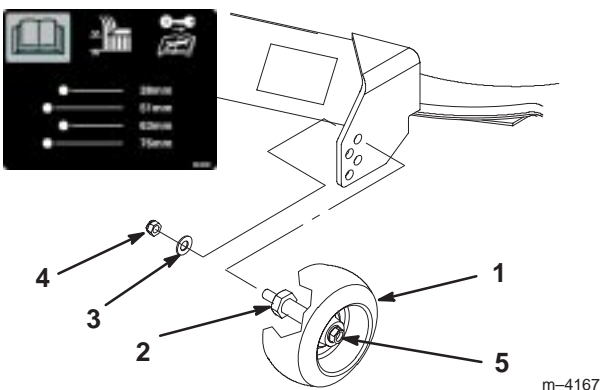

Figure 23
3. Lorsque la hauteur de coupe est réglée, enlevez l'écrou et la rondelle tout en maintenant le goujon avec une clé (Fig. 23).
Remarque : N'enlevez pas l'écrou et la rondelle de la roue (Fig. 23).
4. Choisissez le trou pour que la roue de jauge se trouve le plus près possible de la hauteur de coupe correspondante voulue (Fig. 23).
5. Remettez l'écrou et la rondelle sur le goujon (Fig. 23).